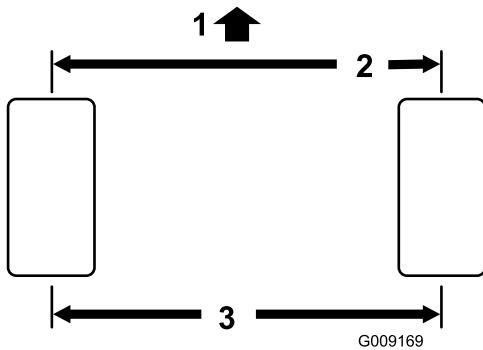

Figura 58
2. Meça a distância de centro a centro (à altura do eixo) na zona dianteira e traseira dos pneus da direção (Figura 58).